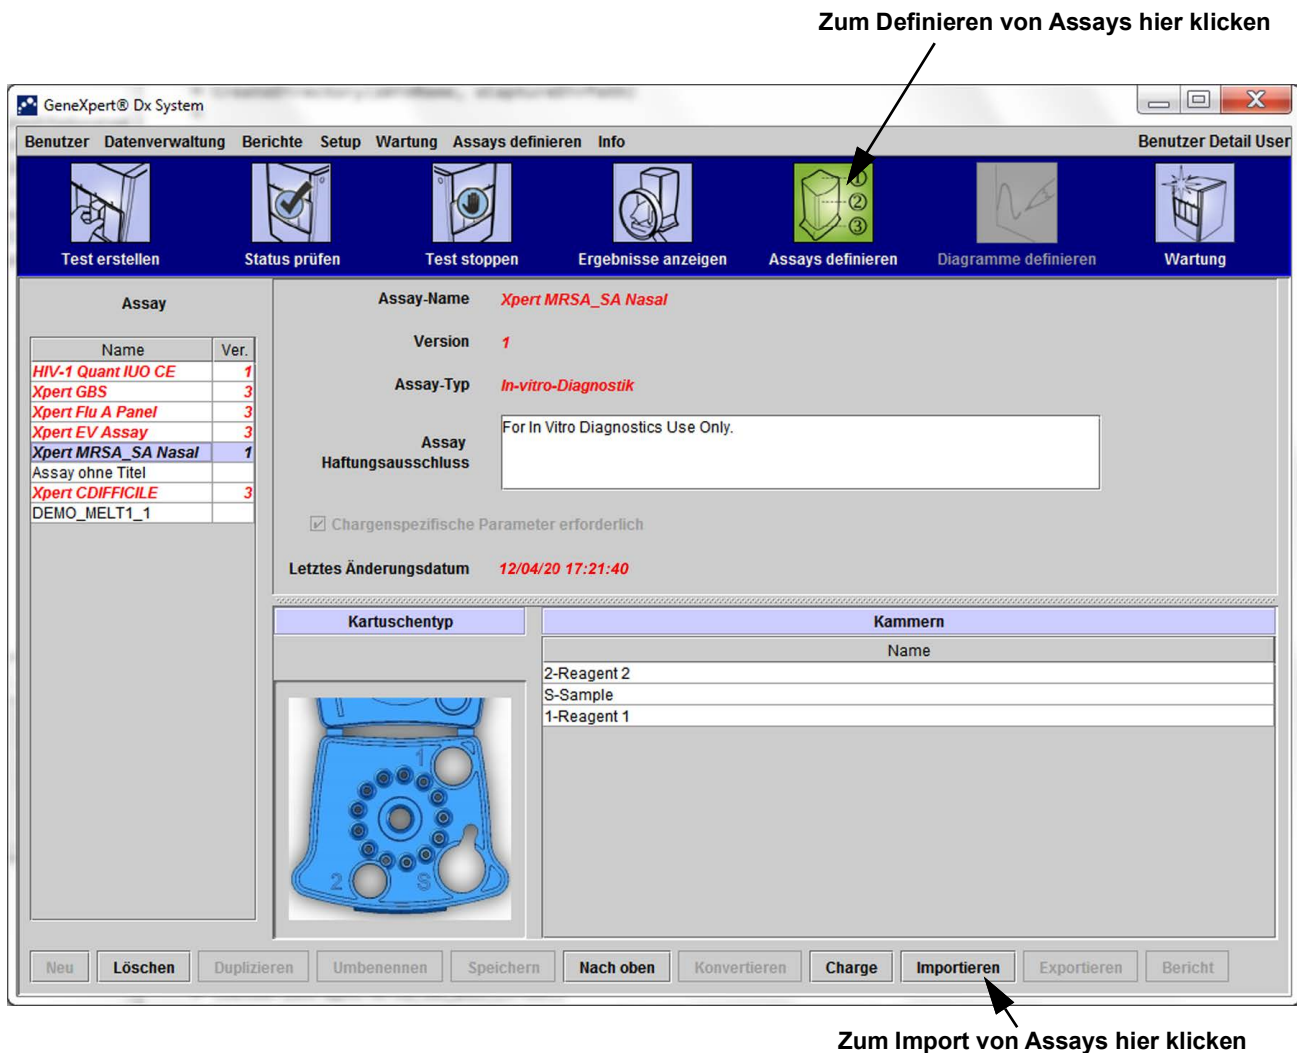
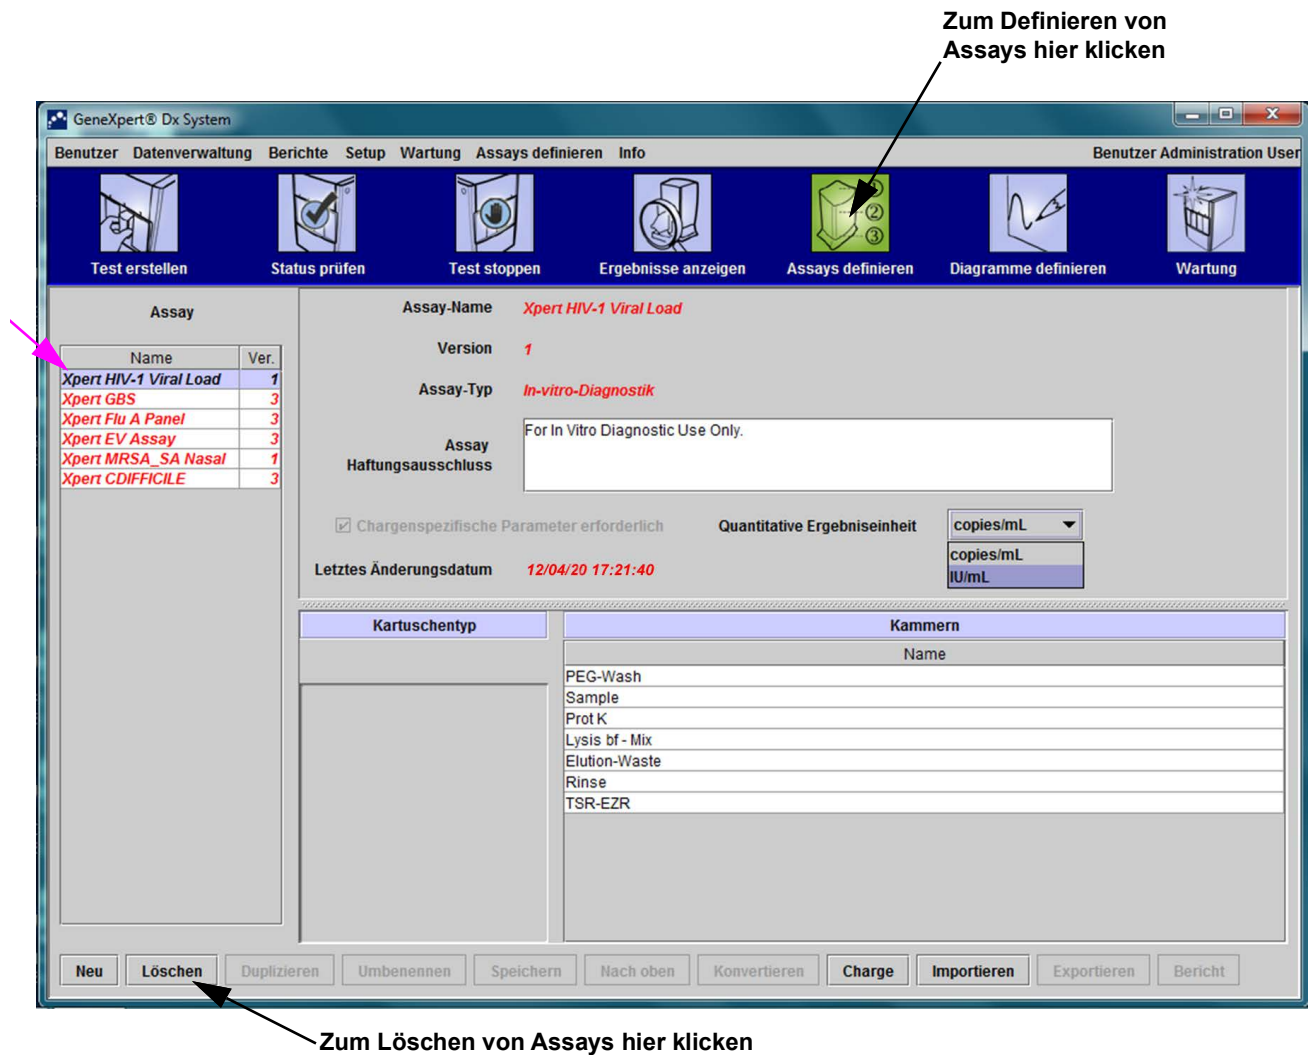

Abbildung 2-91. System – Fenster „Assays definieren“ (Ansicht für Detail-Benutzer)
Abbildung 2-93. GeneXpert Dx System – Fenster „Assays definieren“ (Ansicht für Detail-Benutzer)
1. Klicken Sie im GeneXpert Dx System-Fenster in der Menüleiste auf **Assays definieren**. Das Fenster „Assays definieren“ wird angezeigt. Abbildung 2-93 zeigt das Fenster „Assays definieren“ für den GeneXpert Dx System-Administrator. Das Fenster für die Benutzertypen „Einfacher Benutzer“ und „Detail“ enthält weniger Funktionen. Siehe Abbildung 2-91.
Nach dem Import eines quantitativen Assays kann die quantitative Ergebniseinheit geändert werden. Siehe Abbildung 2-93.
1. Sie können eine Assay-Definitionsdatei löschen, indem Sie im Fenster „Assays definieren“ (vgl. Abbildung 2-93) den Namen des Assays aus der Liste der Assays (linke Fensterseite) auswählen und anschließend auf **Löschen** klicken. Es wird eine Bestätigungsmeldung angezeigt.